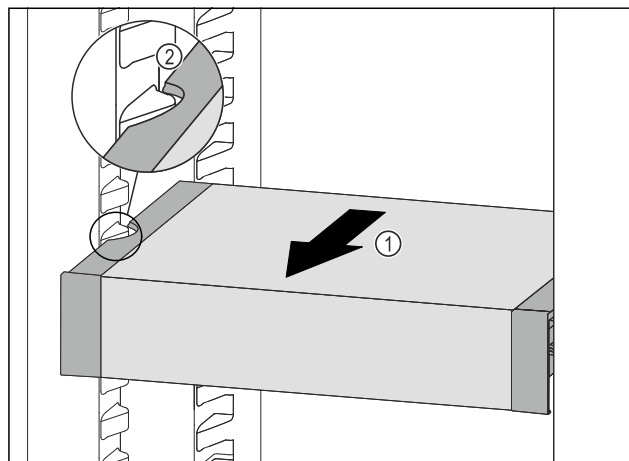

Fig. 103
- ▶ VarioSafe nach vorne ziehen Fig. 103 (1), bis sich die seitlichen Aussparungen des VarioSafes auf Höhe der Behälterrippe im Kühlteil befinden. Fig. 103 (2)